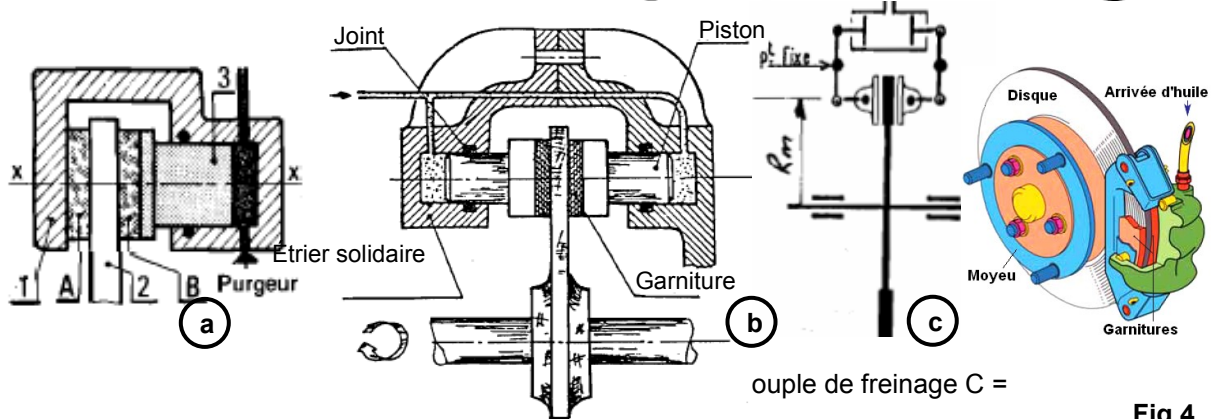

Fig.4
4.4- Freins à disque : (Fig.4)